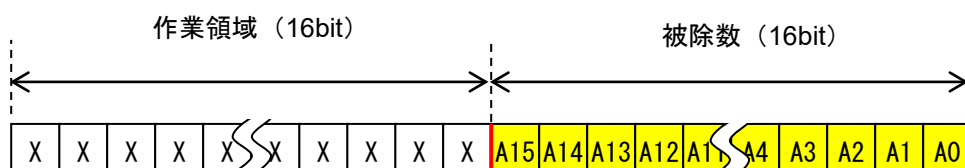

図 3.7 16回目の実行結果
- ⑥ 同様のシフトと減算を合計で 16 回繰り返すことで、作業領域と被除数は図 3.7 に示すようになります。ここで、作業領域には剰余が格納され、被除数(領域)には商が格納されます。